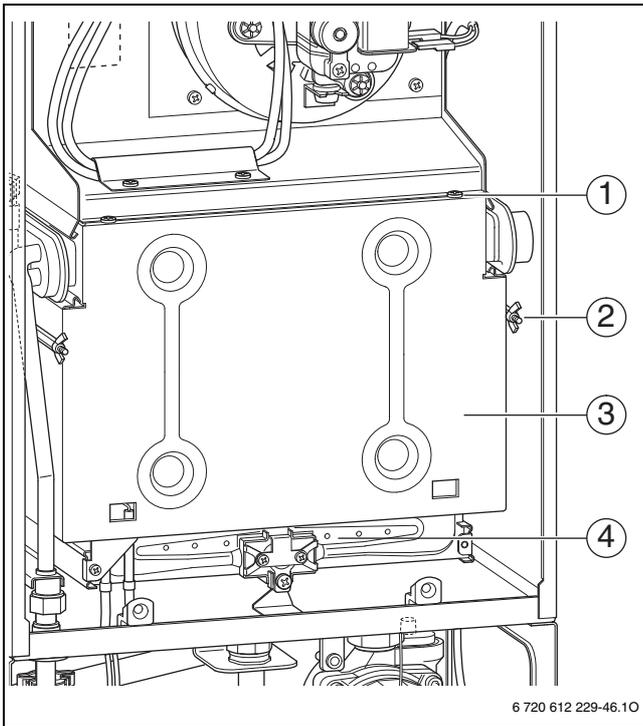

Рис. 73 Открывание горелки
- ▶ Снять переднюю панель камеры горелки и горелки (→ рис. 73).